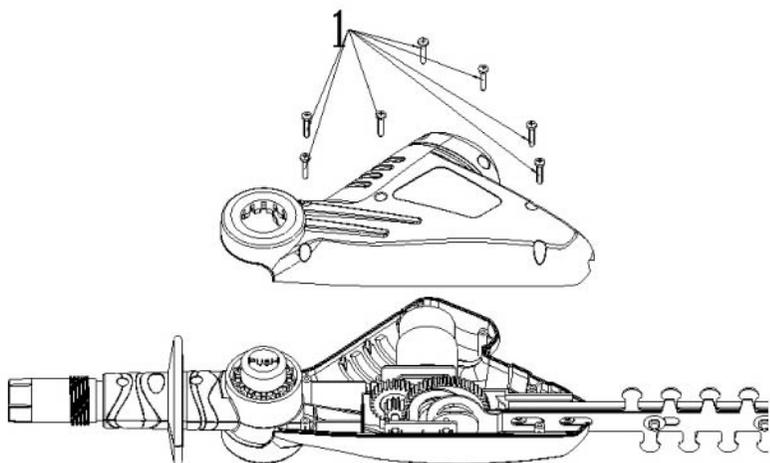

Fig. 24
Étape 1: Dévissez et retirez les sept vis (1) (voir figure 24).